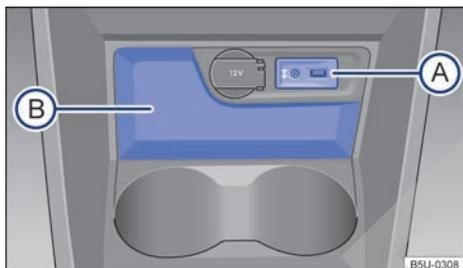

Fig. 88 En la consola central delantera: portaobjetos.
En la consola central delantera hay un portaobjetos abierto → **fig. 88 (B)**.